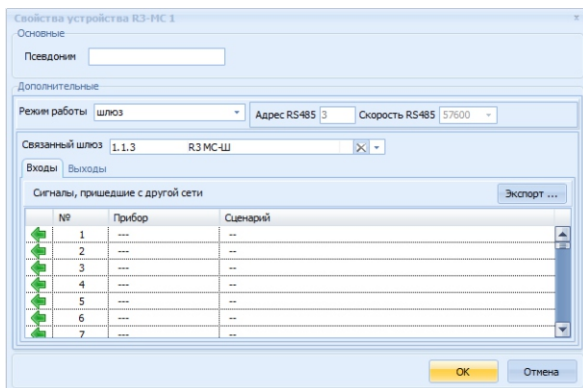

Рисунок 10.4
10.5 Для включения в MC режима R3-MC-III необходимо в системе R3-Link перейти на вкладку «Планы», выделить R3-MC в дереве и открыть контекстное меню «Свойства» (рисунок 10.4). В открывшемся меню выбрать режим работы «шлюз». Если в текущий план внесены и система R3-Link, и система RS-485, то необходимо указать «Связанный шлюз» – R3-MC-III из системы RS-485. В этом случае адрес и скорость шлюза в системе RS-485 заполняются автоматически, а также в обеих системах произойдет связывание вкладок «Входы» и «Выходы» друг с другом (при дальнейших настройках шаги с импортом и экспортом конфигураций сценариев пропускаются).